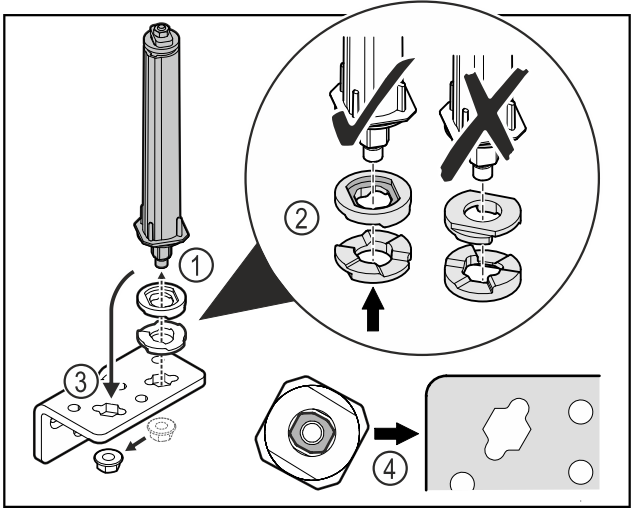

Fig. 51
► 松开螺母，并移除关门系统 Fig. 51 (1)。
► 确保高度调整垫片正确对齐 Fig. 51 (2)。
► 调换合页角铁中的关门系统并用螺母固定 Fig. 51 (3)。
► 装入时，确保关门系统正确对齐 Fig. 51 (4)。